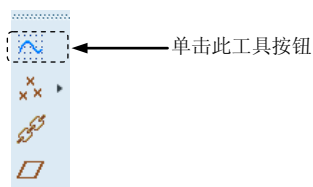

图 5.19.34 草绘基准曲线按钮
Step2. 单击工具栏上的“草绘基准曲线”按钮  (图 5.19.34)。